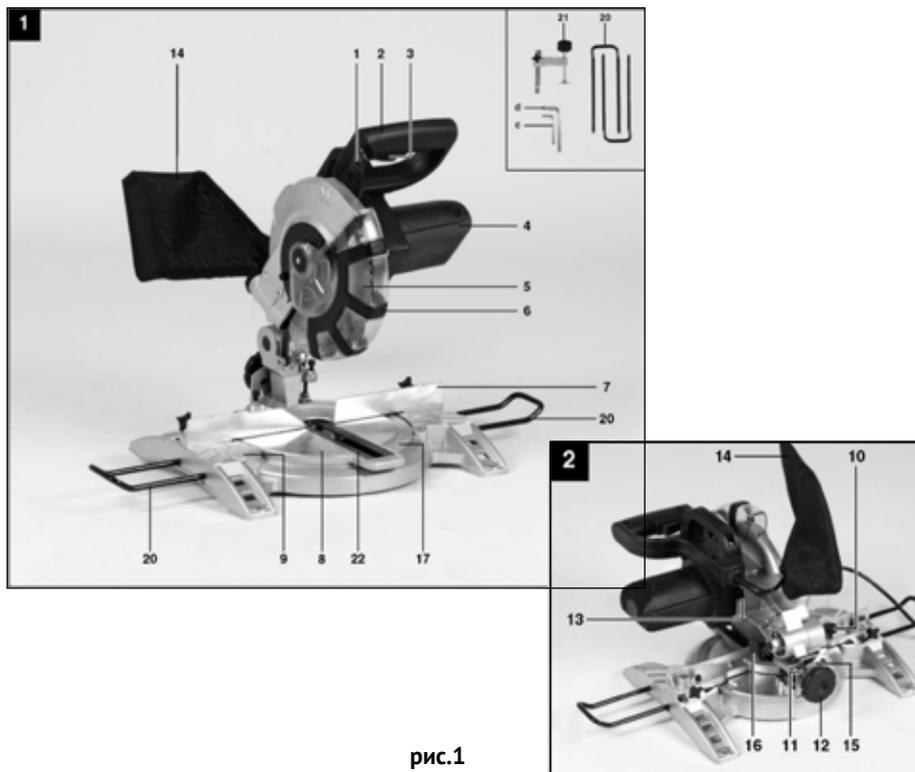

рис.1
- Основным несущим узлом режущего блока пилы является металлический редуктор, выполненный заодно с верхним защитным кожухом диска. К редуктору крепится пластиковый корпус двигателя (рис.1 поз.4), с закреплённой на нём рукояткой (рис.1 поз.2). Вертикальное перемещение режущего блока для реза обеспечивает суппорт головки режущей. Возвратная пружина на оси суппорта, возвращает режущий блок в исходное положение.
Заготовка на рабочем столе может быть повернута на угол от 0 до 45° за счёт поворотного основания (рис.1 поз.8). На основной рукоятке пилы расположены: рычаг блокировки защитного кожуха (рис.1 поз.1) и клавиша выключателя (рис.1 поз.3). Конструкция пилы позволяет осуществлять пропилы, кроме вертикальных (0 - 90°): косые пропилы материала под заданным углом от 0 до 45° относительно задней кромки заготовки в обе стороны (смещением поворотного основания) и наклонные пропилы с заданным углом (от 0 до 45°) относительно вертикальной оси влево.
Крутящий момент с якоря электродвигателя шестернёй передаётся на шпindel, соосный с двигателем. На шпindel, между опорным и прижимным фланцами крепится пильный диск (рис.1 поз.5). Диск является основным рабочим инструментом для резки выбранных материалов.
Металлическая станина (рис.1 поз.9) пилы устанавливается на ровную горизонтальную поверхность. Для крепления пилы на верстаке (рабочем столе) в ножках станины имеются 4-е крепёжных отверстия. При пилении длинных заготовок в станину крепятся 2-е дополнительные опоры (рис.1 поз.20). Распиливаемая заготовка плотно прижимается к параллельному упору (рис.1 поз.7) и крепится к рабочему столу струбциной (рис.1 поз.21).
Для отвода стружки в комплект поставки входит пылесборник, который крепится к патрубку неподвижного кожуха (рис.1 поз.14). К патрубку можно подключить промышленный пылесос.
- проверьте работоспособность выключателя электродвигателя инструмента. Не подключая пилу к электросети, нажмите и отпустите клавишу выключателя (рис.1 поз.3) – она, без задержки, должна возвратиться в исходное положение;
- проверьте состояние и надёжность крепления подвижного защитного кожуха (рис.1 поз.6), чёткость его срабатывания. Запрещается работать пилой, подвижный защитный кожух которой неисправен или повреждён;
Пила поставляется собранной за исключением: дополнительных упоров (рис.1 поз.20), пылесборника.
Установить пилу на ровной твёрдой поверхности верстака (рабочего стола). В целях уменьшения вибрации пилы рекомендуется закрепить станину (рис.1 поз.9) к верстаку, используя крепёжные отверстия в ножках.
Разблокировать пилу из транспортировочного (нижнего) положения, вынув фиксатор вертикального перемещения режущего блока (рис.1 поз.16). При этом режущий блок возвратной пружиной повернётся в верхнее (рабочее) положение.
При пилении длинных заготовок, установить в станину опоры дополнительные (рис.1 поз.20) и зафиксировать их винтами (рис.3 поз.20).
На патрубок пылеотвода установить пылесборник (рис.1 поз.14) (входит в комплект поставки) или подключить промышленный пылесос.
- разблокировать подвижный защитный кожух (рис.1 поз.6) рычагом (рис.1 поз.1);
- включение пилы осуществляется нажатием на клавишу выключателя (рис.1 поз.3);
- снять со шпинделя прижимной фланец (рис.6 поз.31), пыльный диск (рис.1 поз.5) и опорный фланец;
Для регулировки поворотного стола (рис.1 поз.8) ослабьте фиксатор поворота угла рабочего стола (рис.1 поз.10) примерно на 2 оборота, при этом поворотный стол начнёт вращаться.
Поворотный стол имеет точки фиксации на углах 0°, 5°, 10°, 15°, 22,5°, 30°, 35°, 40°, 45°. После установки поворотного стола в надлежащем положении, его необходимо дополнительно зафиксировать фиксатором поворота угла рабочего стола (рис.1 поз.10).
Режущий блок пилы можно повернуть влево или вправо на 45°, ослабив рукоятку-фиксатор (рис.1 поз.12).
Опустить режущую головку пилы и зафиксировать с помощью фиксатора вертикального перемещения режущего блока (рис.1 по.16).
Зафиксировать поворотное основание (рис.1 поз.8) в положении 0° .
Проверить расположение указателя угла (рис.2 поз.11). При необходимости ослабить указатель с помощью крестообразной отвёртки, установить 0° положение на шкале угла (рис.1 поз.15) и снова затянуть фиксирующий винт.
Ослабить рукоятку-фиксатор (рис.1 поз.12) и наклоните режущий блок пилы влево на 45° , используя рукоятку (рис.1 поз.2).
3.8 Поперечный пропил 90° и поворот стола на 0° (рис.1)
Нажать на клавишу выключателя (рис.1 поз.3) для включения пилы.
После включения пилы дождитесь, пока пильный диск (рис.1 поз.5) наберет максимальную скорость.
Отвести рычаг блокировки подвижного кожуха (рис.1 поз.1) в сторону, и с помощью рукоятки (рис.1 поз.2) слегка перемещать режущий блок пилы вдоль распиливаемого материала.
После завершения распила вернуть пилу в верхнее положение и отпустить клавишу выключателя (рис.1 поз.3).